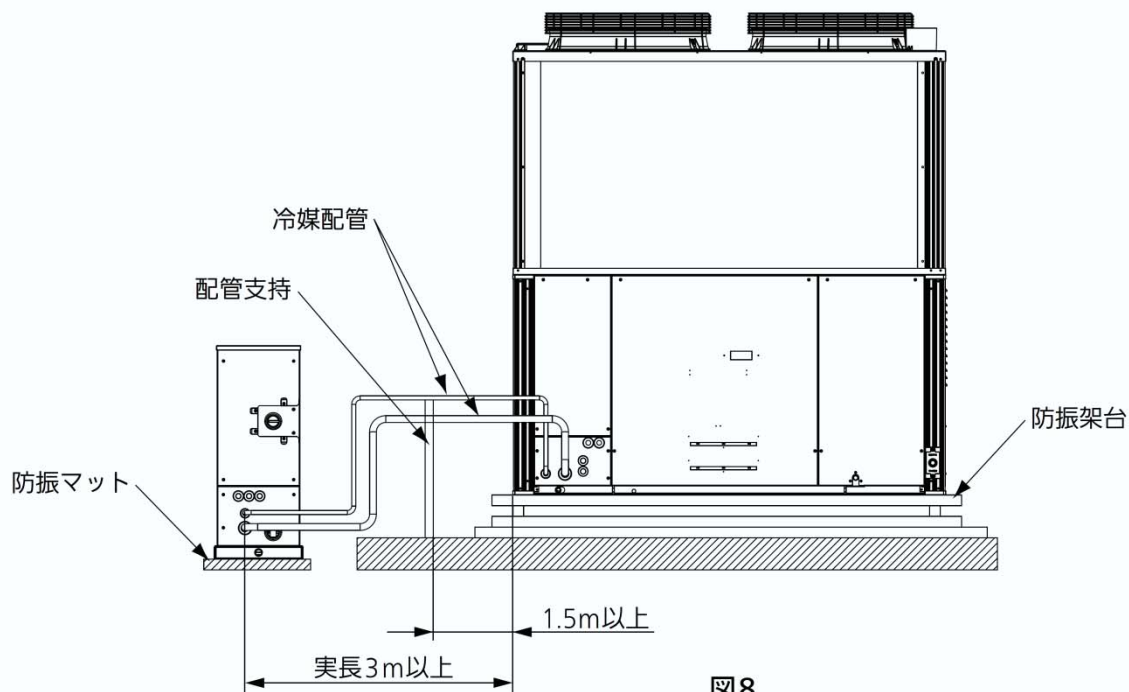

図8
- ・ 室外ユニットだけを防振架台に設置する場合には、室外ユニットと水熱交換器ユニット間の冷媒配管長を実長3m以上とし、2か所以上の曲げを取ってください。(図8)